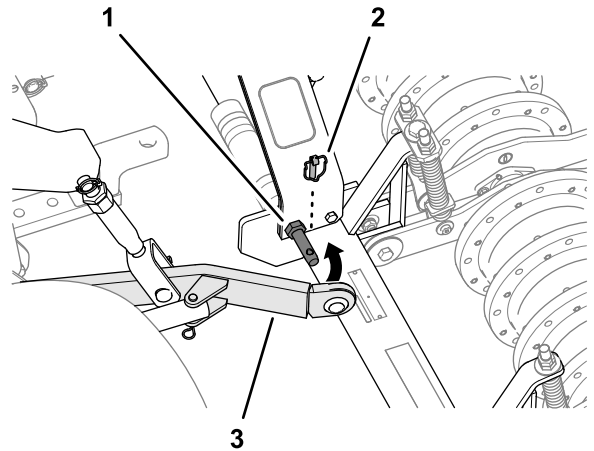

図 17
4. トラクションユニットの下リンクアームがエアレータの昇降アームのピンと整列するようにエアレータをセットする 図 17。
5. 下リンクアームを昇降アームに合わせ、アームをリンチピンで固定する 図 17。